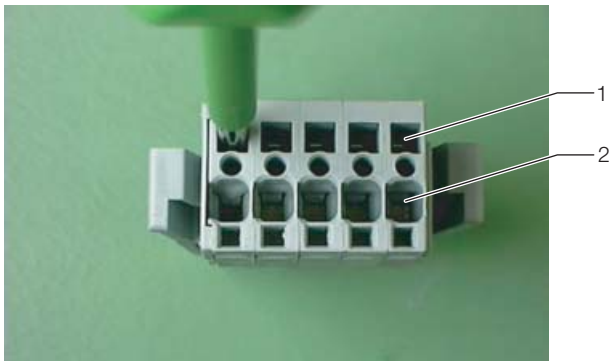

Рис. 31: Штекер подключения – вид сзади
- Вставьте отвертку в монтажное отверстие (рис. 31, поз. 1) и откройте соответствующую клемму для подключения провода (рис. 31, поз. 2).